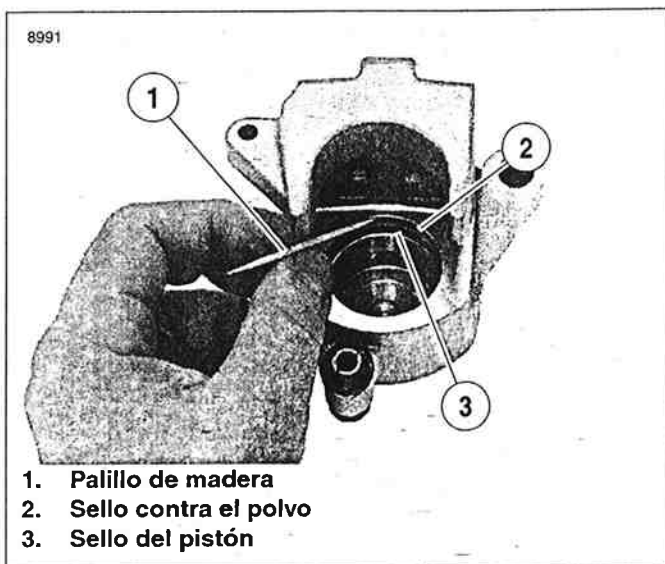

Figura 2-114. Sellos de la mordaza
7. Vea la Figura 2-114. Use un palillo de madera (1), extraiga el sello contra el polvo (2) y el sello del pistón (3) del diámetro interior de la mordaza. Deseche los sellos.
2. Vea la Figura 2-114. Instale un sello de pistón (3) **nuevo** y un sello contra el polvo (2) **nuevo** dentro del diámetro interior del pistón.